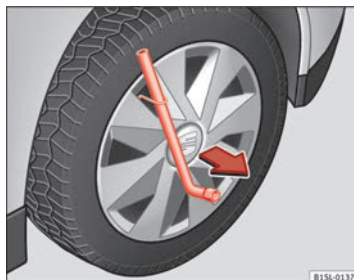

Fig. 134 Desmontar o tampão integral.
- Introduza a chave para as rodas no gancho metálico ⇒ Fig. 134 e puxe o tampão no sentido indicado pela seta.